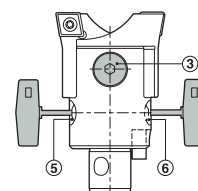

рис. 5
**Замечание:** перед настройкой держателей пластин по диаметру всегда убедитесь в том что центральный винт (3) расстопорен.
Настройте держат. пластин на заданный диам. с помощью винта (5) и/или (6) (рис. 5). См. описание симметричного и ступенчатого методов на стр. 367-368.